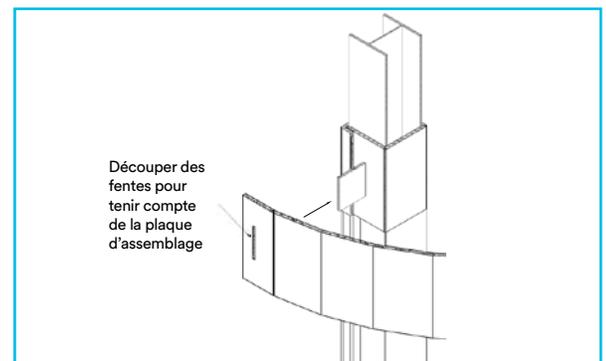

Figure 1
- 1 Mesurer la longueur totale de la plaque d'assemblage. Couper l'enveloppe endothermique à la longueur de l'objet pénétrant et y pratiquer une fente. L'enveloppe endothermique doit être installée autour de l'objet pénétrant. Dans cet exemple, nous montrons l'installation autour d'une plaque d'assemblage (objet en saillie). Mesurer la longueur totale de la plaque d'assemblage, couper l'enveloppe endothermique à cette longueur et y pratiquer une fente, puis installer l'enveloppe en conséquence (Figure 1).